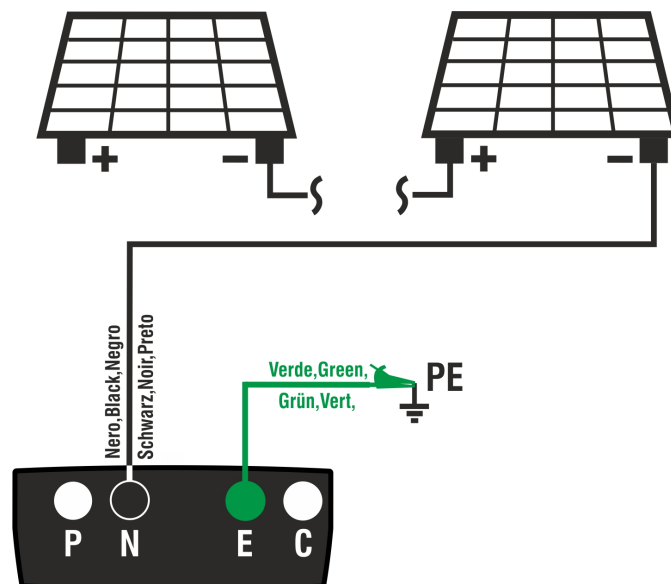

Abb. 8: Verbindung des Geräts für Isolationsmessung in Betriebsmodus TMR
8. Verbinden Sie das Gerät mit dem zu prüfenden PV-String, wie in der Abb. 8 gezeigt. **Der Test kann auch an mehreren parallel geschalteten Strings durchgeführt werden. Bitte beachten Sie, dass eventuelle, mit den Kabeln des/der Strings verbundene Überspannungsableiter abgetrennt werden müssen und dass es empfohlen ist, die Messung vor eventuellen Blockdioden durchzuführen.**